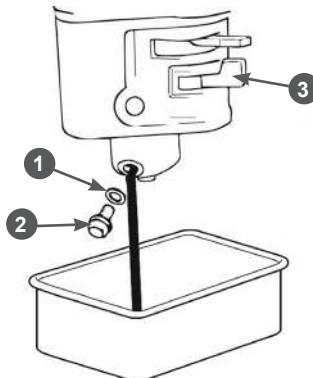

Рис. 14. Обслуживание карбюратора
1. Установите под карбюратор подходящую емкость (Рис. 14).
2. Установите рычаг топливного крана 3 в положение «ЗАКРЫТО» (Рис. 14).
3. Открутите болт 2 сливного отверстия и слейте топливо из поплавковой камеры карбюратора в приготовленную для этого ёмкость (Рис. 14).
- Слейте топливо из топливного бака и карбюратора (Рис. 14).